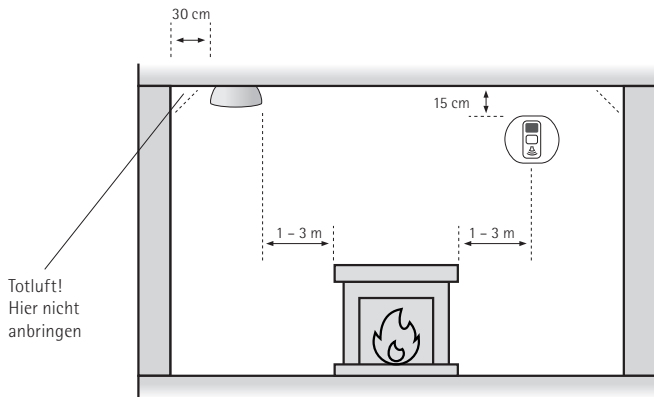

Abb. 1
2.3 Montage in einem Raum mit Verbrennungseinrichtung (siehe Abb. 1)